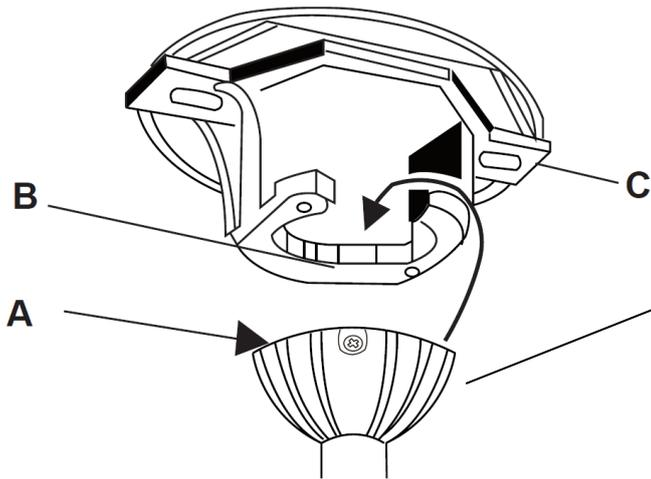

Fig. 7A
Soulevez le ventilateur pour le placer sur le support de montage. Assurez-vous que l'encoche (A) de la rotule de la suspension est positionnée sur la goupille (B) du support de montage (C) pour empêcher le ventilateur de tourner lorsqu'il fonctionne. (Fig. 7A)